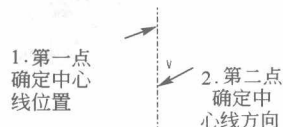

图 2-8 中心线的绘制
(3) **绘制中心线** 点击按钮 , 用鼠标左键分别选取中心线上的两点(第一点确定中心线位置, 第二点确定中心线方向)即可。如图 2-8 所示。